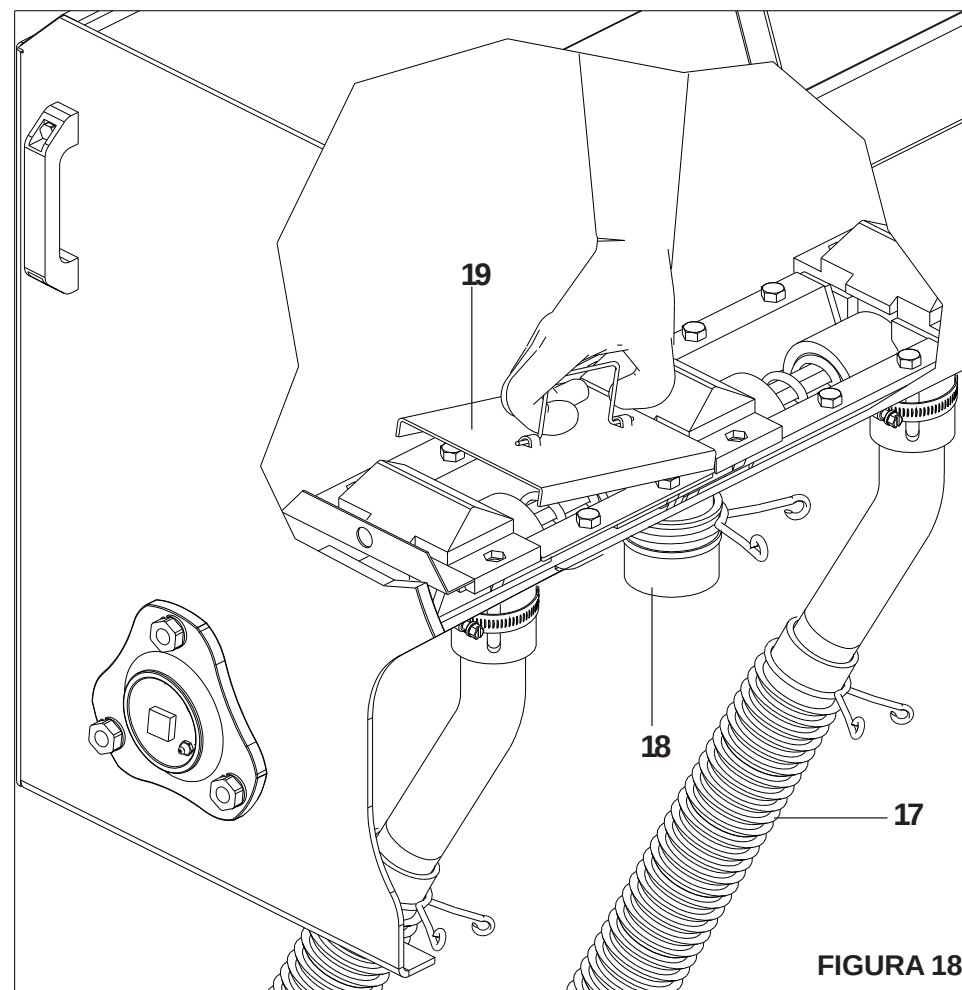

FIGURA 18
2 - Feche a entrada do adubo dentro do depósito colocando a tampa (19). **FIGURA 18**